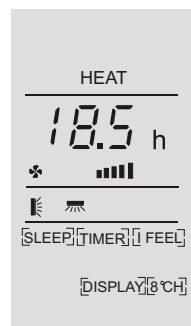

Figura 2, temporizador ao ligar
4. Uma amostra para o temporizador como Figura 1, temporizador desligado como Figura 2